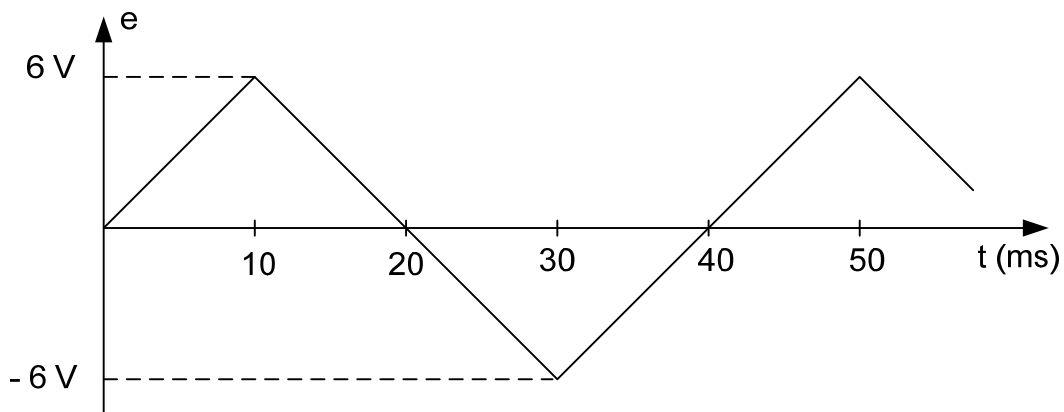

Figure 44
- 1.4. Le générateur précédent est remplacé par un générateur de résistance interne négligeable délivrant le signal  $e(t)$  représenté Figure 44.